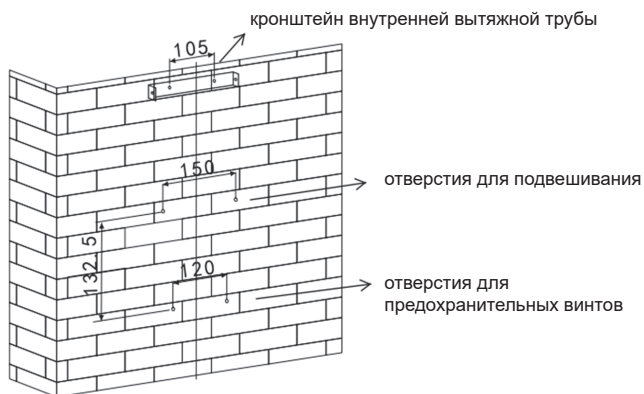

Рис. 2
3. Определившись с высотой вытяжки, измерьте положение отверстий для подвешивания вытяжки и внутреннего кронштейна дымохода. Просверлите 6 отверстий $\varnothing 8$ (2 для внутреннего кронштейна дымохода, 2 для подвешивания вытяжки и 2 для предохранительных винтов) и держите вытяжку ровно. Фиксированное положение внутреннего кронштейна дымохода является самым высоким местом дымохода. См. рис. 2.
4. Прикрутите два винта 4 x 30 мм к стене с помощью дюбелей, чтобы закрепить вытяжку, затем используйте два винта 4 x 40 мм, чтобы закрепить внутренний кронштейн дымохода. См. рис. 2.